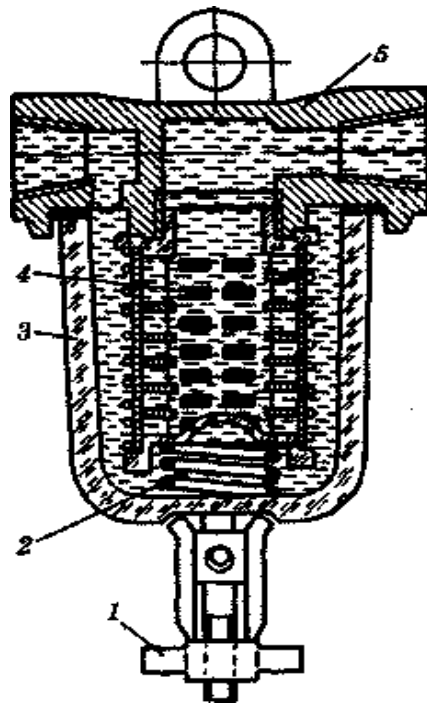

Рис. 2. Фільтр тонкого очищення палива:
9. Розберіть фільтр-відстійник та вивчіть його будову і роботу (рис. 2).
12. Зніміть фільтр тонкого очищення палива (рис. 2), стакан-відстійник та його прокладку. Вивчіть будову всіх деталей.